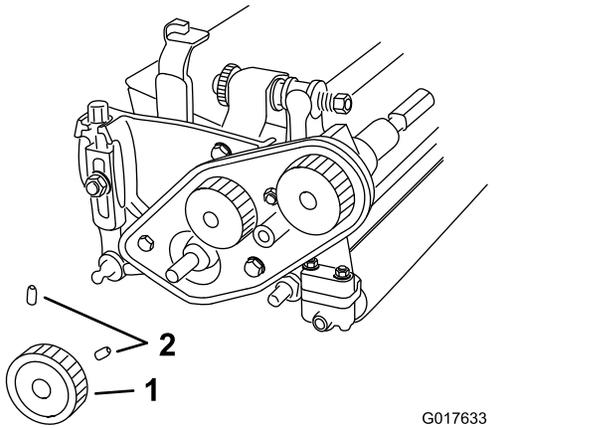

Figura 7
- Afloje los 2 tornillos de fijación que sujetan la polea inferior y retire la polea del eje del molinete (Figura 7).